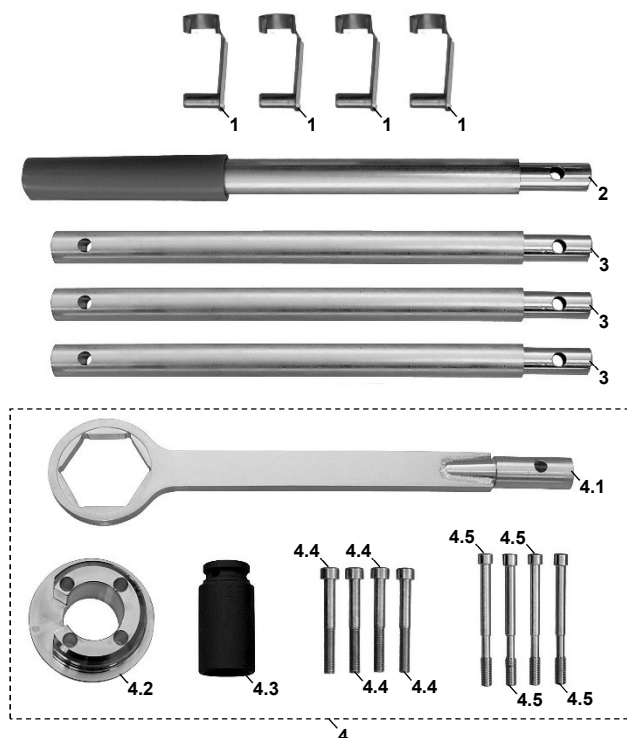

Abb. 1: Befestigungsschrauben des Schwingungsdämpfers herausdrehen.
2. Befestigungsschrauben des Schwingungsdämpfers herausdrehen. (Abb. 1)